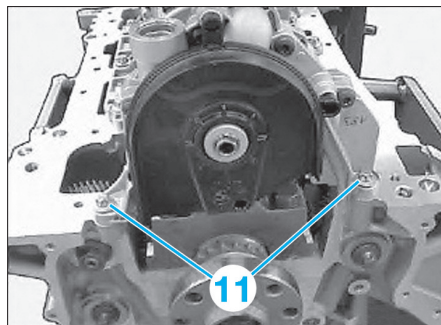

Fig. 34
- Déposer les vis (10) et (11) (Fig.33) et (Fig.34).